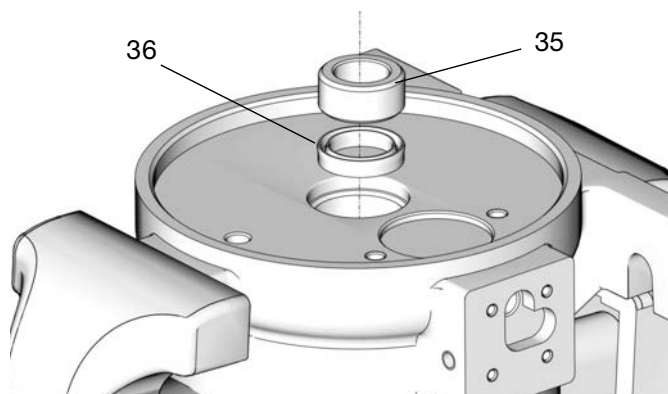

ABB. 27
1. Die U-Dichtung (36) mit den Lippen nach oben und die Buchse (35) im Luftzylinder (3) anbringen (ABB. 27).